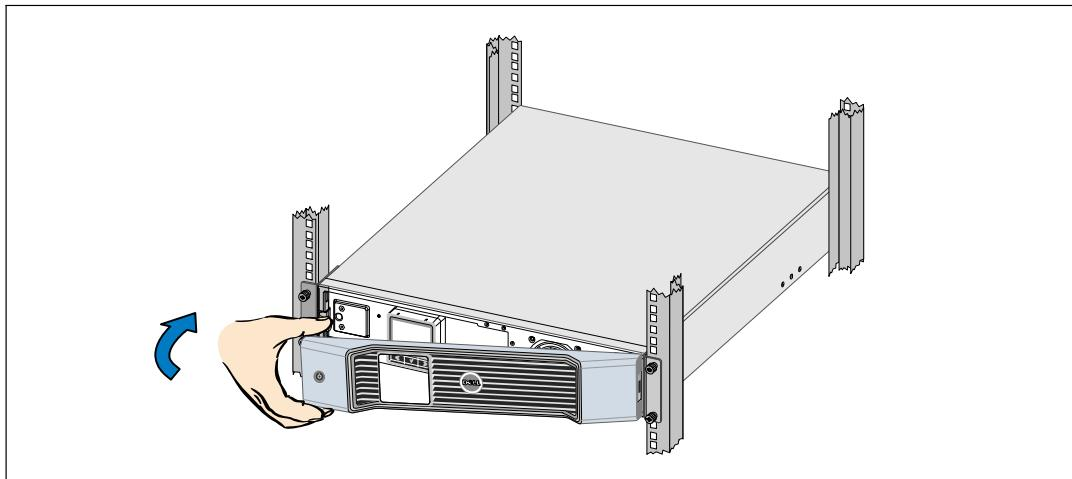

図 37. UPSのフロントカバーの取り外し方法
- 8** UPSのフロントカバーを取り外します (図 37を参照) 。